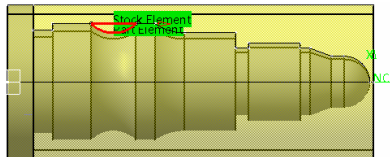

图 6-29 定义毛坯边界 (2)
- 定义毛坯边界 (2)。单击对话框中的毛坯边界感应区，选择如图 6-29 所示的曲线作为毛坯边界，在空白处双击鼠标左键返回。